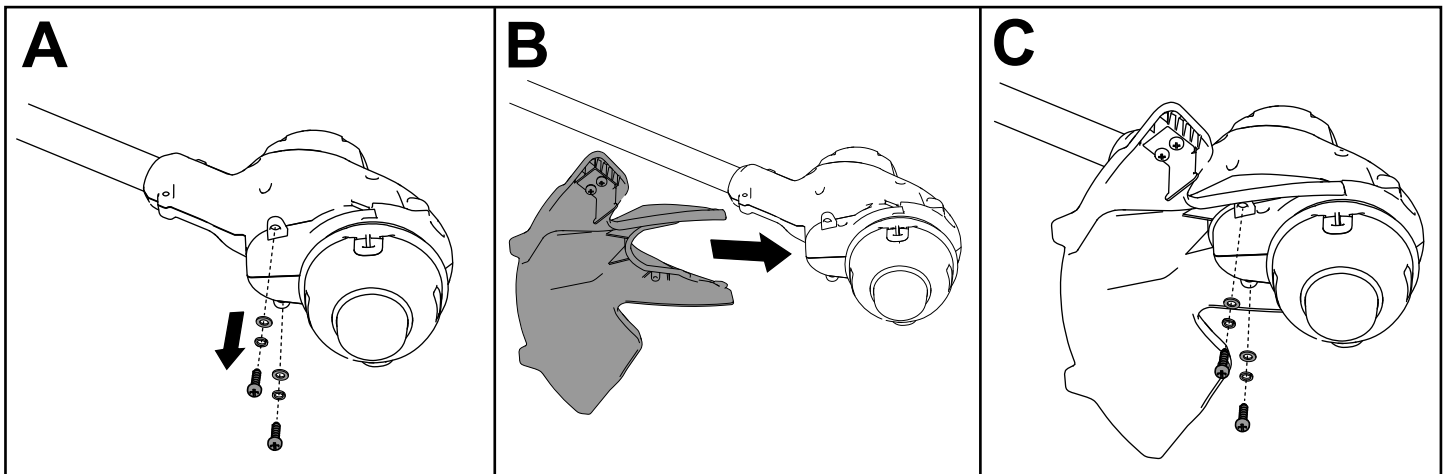

Figura 5
1. Retire los 2 tornillos Allen, las 2 arandelas y los 2 espaciadores de la base de la desbrozadora (Figura 5, A).
2. Alinee el protector con la base de la desbrozadora (Figura 5, B).